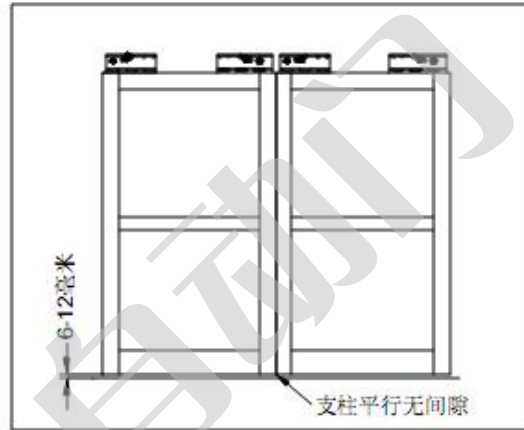

图 5
- C、保证两扇滑动门扇与地面的间隙及相互的间隙均匀（单扇门应保证门扇侧面与门柱间隙均匀，见图 5）。